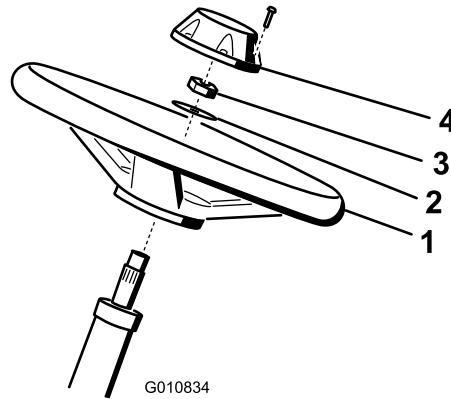

Figure 6
- Appliquez du composé antigrippant sur l'arbre de direction (voir Figure 6).
- Fixez le volant sur l'arbre de direction à l'aide d'une rondelle et d'un contre-écrou (Figure 6).
- Placez le couvre-moyeu sur le volant (Figure 6).